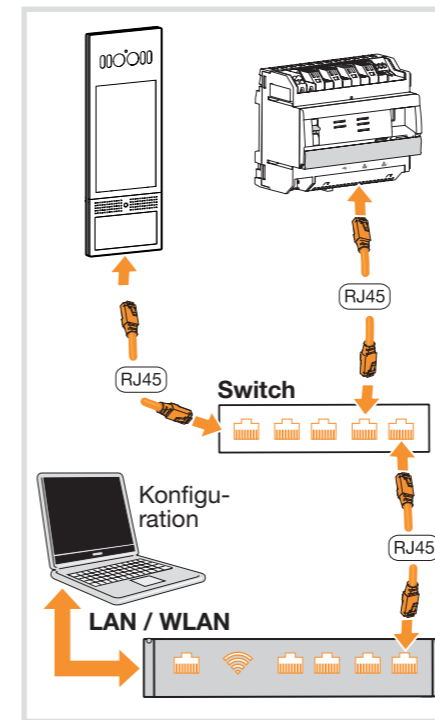

Bild 28: Anschluss an das IP-Netzwerk
- Anschlussleitungen und Netzkabel an die Außenstation gemäß (Bild 28) anschließen.